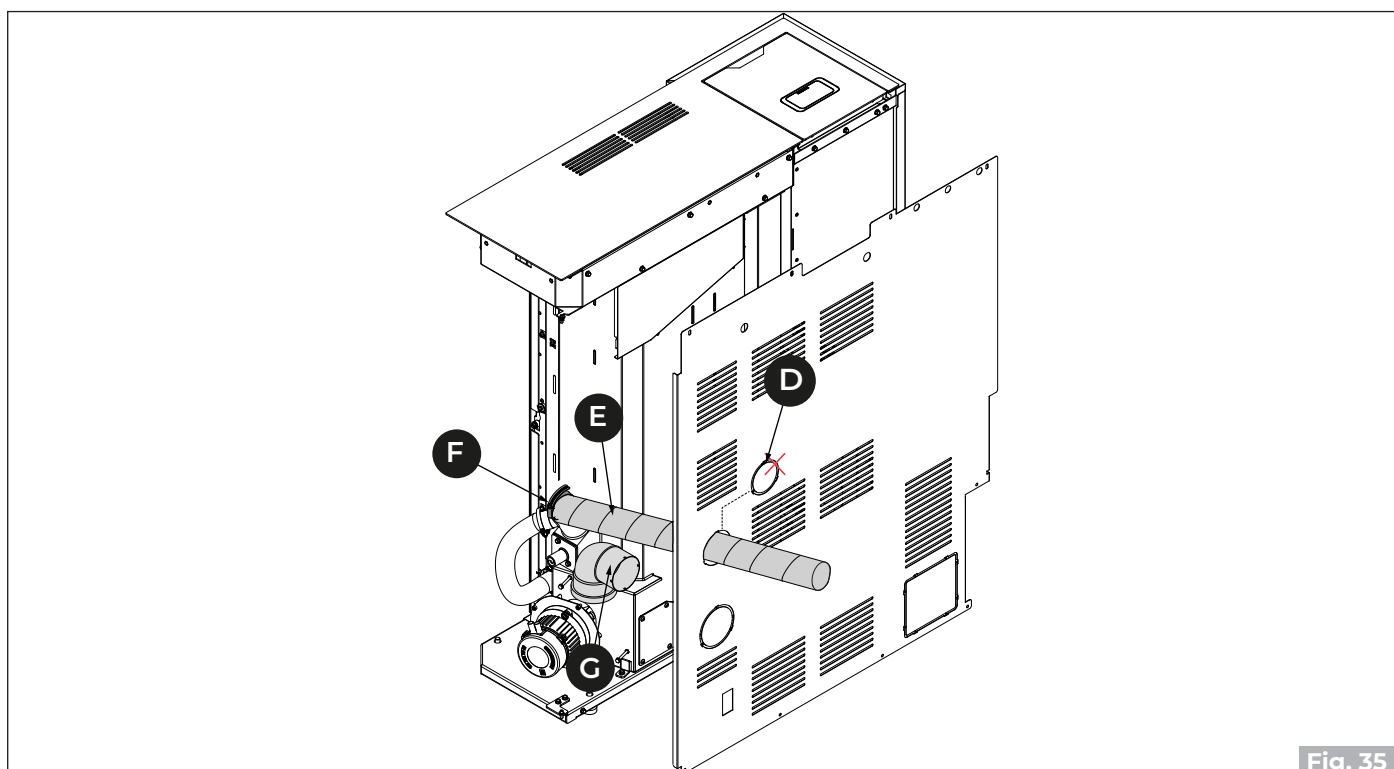

Fig. 35
- Uklonite predoblik **(D)** na stražnjoj ploči **(C)** i umetnite savitljivo crijevo **(E)** kako biste ga priključili na dovod vanjskog zraka ("Fig. 35").